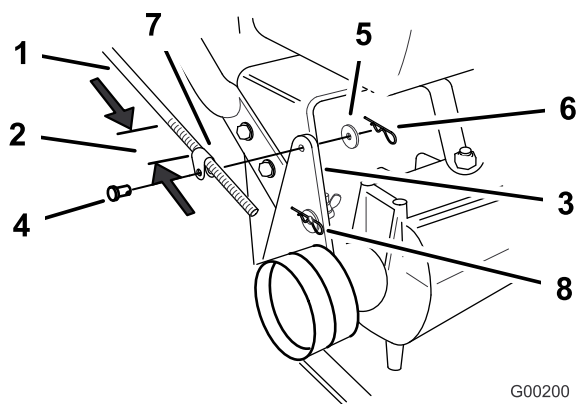

Figure 9
- Vérifiez que les tiges sont équidistantes sur chaque tige de commande. Les tiges de commande doivent se trouver à environ 89 mm (3,5") du début du filetage pour la position la plus basse du guidon (Figure 9).
- Enfilez les axes de chape dans les fixations et les trous de montage des pattes de la poulie de tension (en passant par l'extérieur) (Figure 9). Fixez-les en place avec les rondelles et les goupilles fendues (Figure 9).